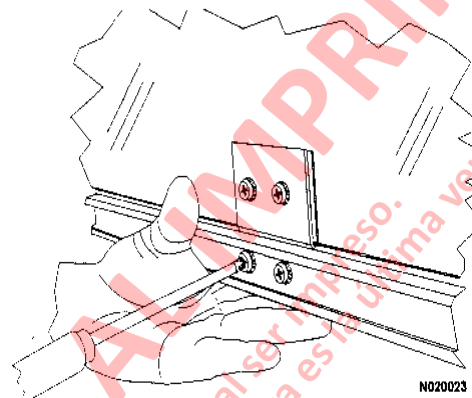

FIGURA 2-8
- Saque 2 pernos (Figura 2-8), sosteniendo la pista del rodillo en la parte inferior del vidrio de la puerta.
Saque 2 pernos (Figura 2-8) que sujetan el riel del rodillo a la parte inferior del vidrio de la puerta.
Los pernos a lo largo de la base de la ventana pueden ser más cortos que los que van a los lados y en la parte superior. Estos pernos se deben usar en esta área para evitar que el vidrio de la ventana se raye o se agriete. Ver Figura 2-8.
19. Levante el vidrio en el marco e instale el riel del rodillo del regulador de la ventana en el soporte que se colocó en el paso 18. Vea la Figura 2-8.